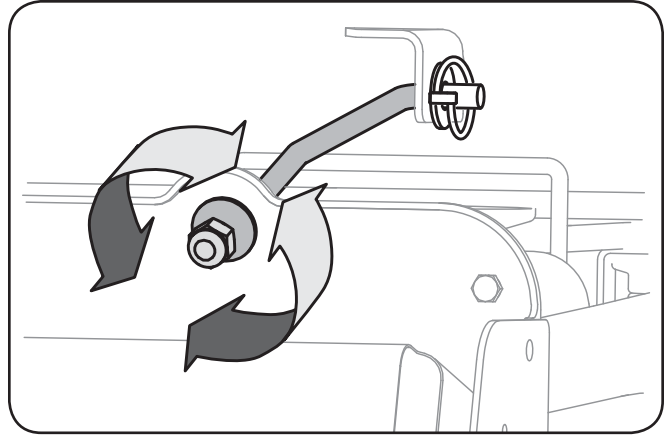

Figure 6-5
4. Utilisez une clé pour relever ou abaisser le côté gauche du plateau de coupe en tournant la roulette de réglage. Voir la Figure 6-5.
1. Repérez l'écrou sur l'avant du support de stabilisation. Voir la Fig. 6-5.